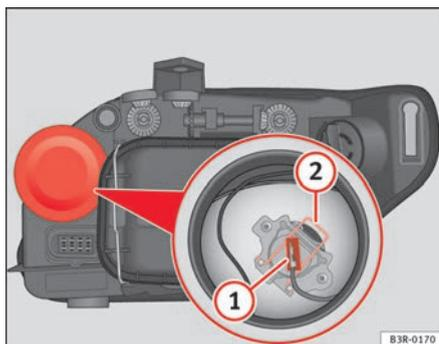

Fig. 203 Luz de carretera
- Extraiga el conector ⇒ fig. 203 (1) de la lámpara.
- Presione el resorte ⇒ fig. 203 (2) hacia dentro y hacia la derecha.